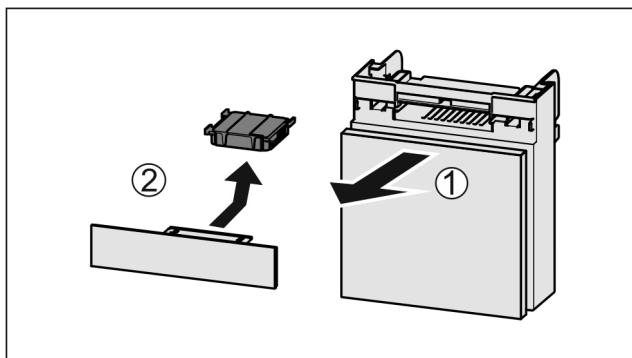

Fig. 50
- ▶ Fach nach vorne herausziehen Fig. 50 (1).
- ▶ Aktivkohlefilter entnehmen Fig. 50 (2).